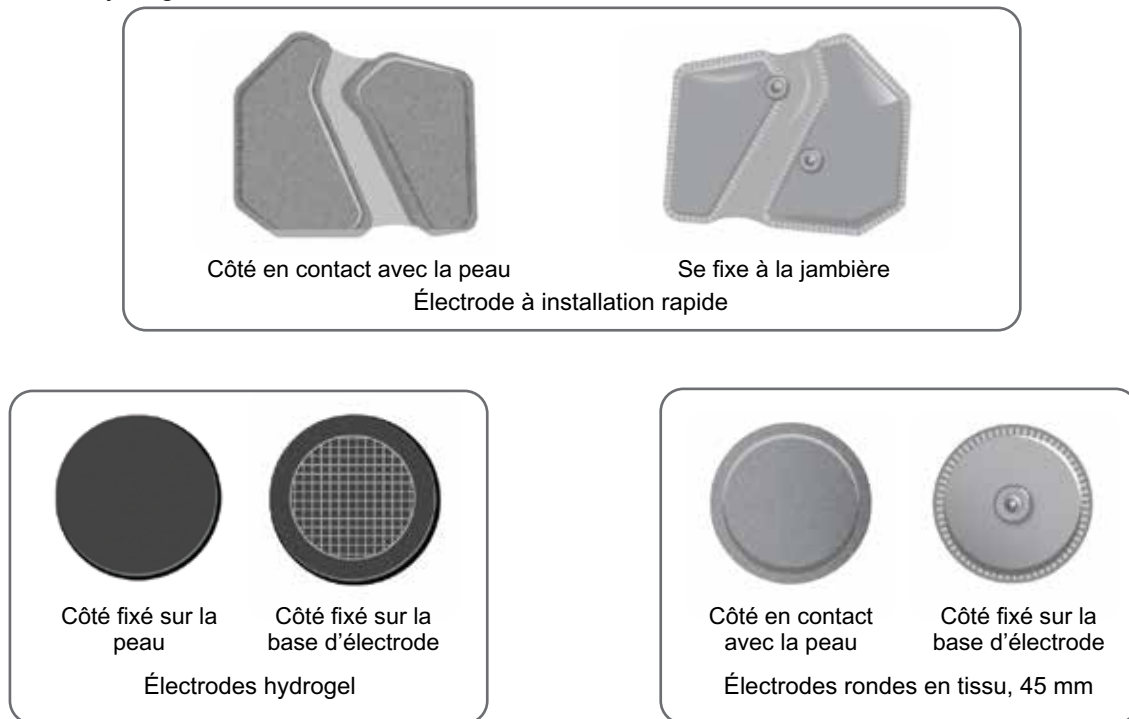

Figure 6-4 : Électrodes compatibles avec la jambière
**Les électrodes suivantes peuvent être utilisées avec la jambière : (reportez-vous à la figure 6-4)**